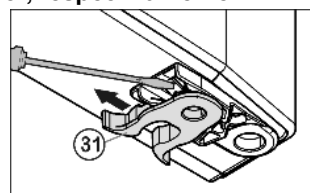

Fig. 11
- ▶ Cambiar de sitio la grapa elástica Fig. 11 (31): presione hacia abajo el saliente de enganche y retire la grapa elástica.